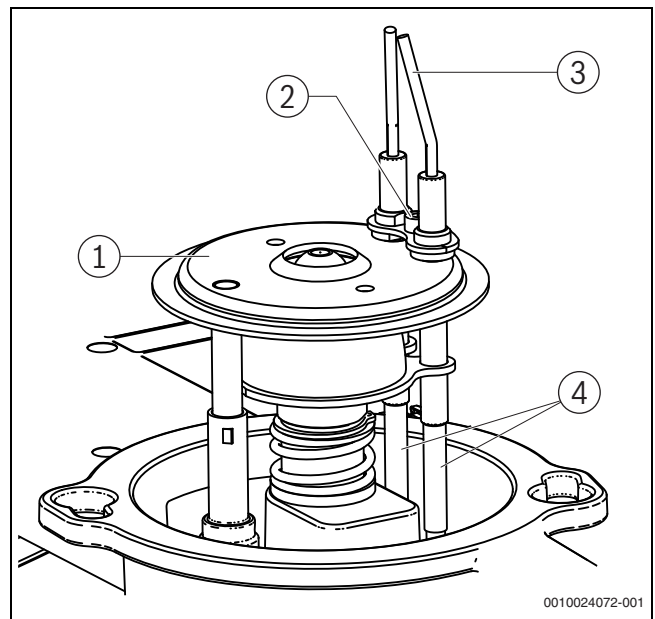

Bild 68 Mischsystem ausbauen
Die Zündelektroden (→ Bild 68, [1], Seite 40) müssen frei von Ablagerungen sein.
- ▶ Schraube (→ Bild 68, [2], Seite 40) zwischen den Zündelektroden [1] lösen.
- ▶ Zündleitungen (→ Bild 68, [5], Seite 40) von den Zündelektroden [1] abziehen.